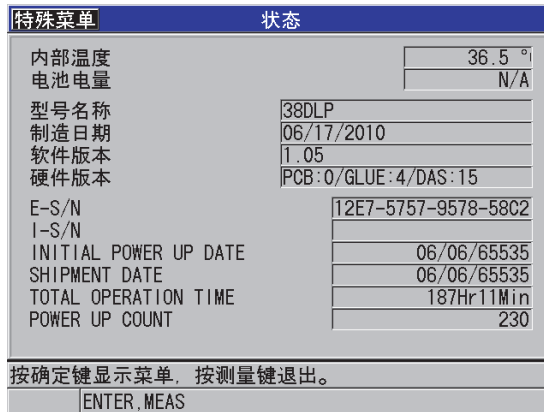

图 15-5 状态屏幕示例
- 在菜单中，选择**状态**（参见第 275 页的图 15-5）。